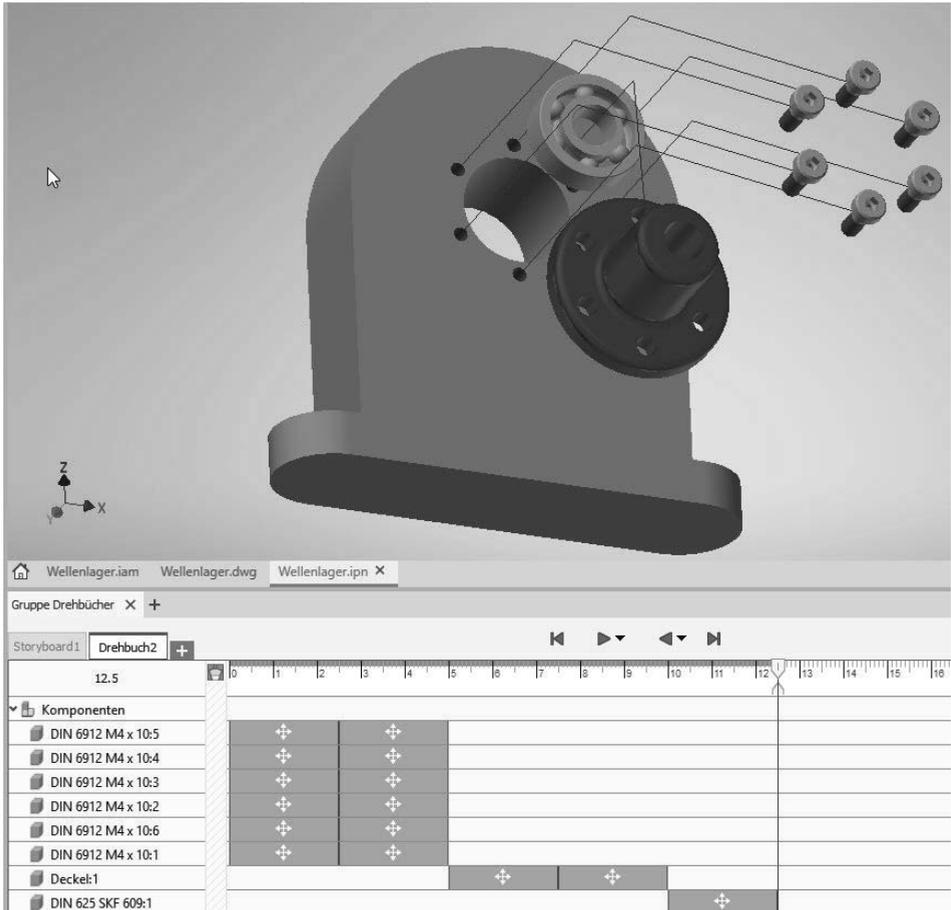
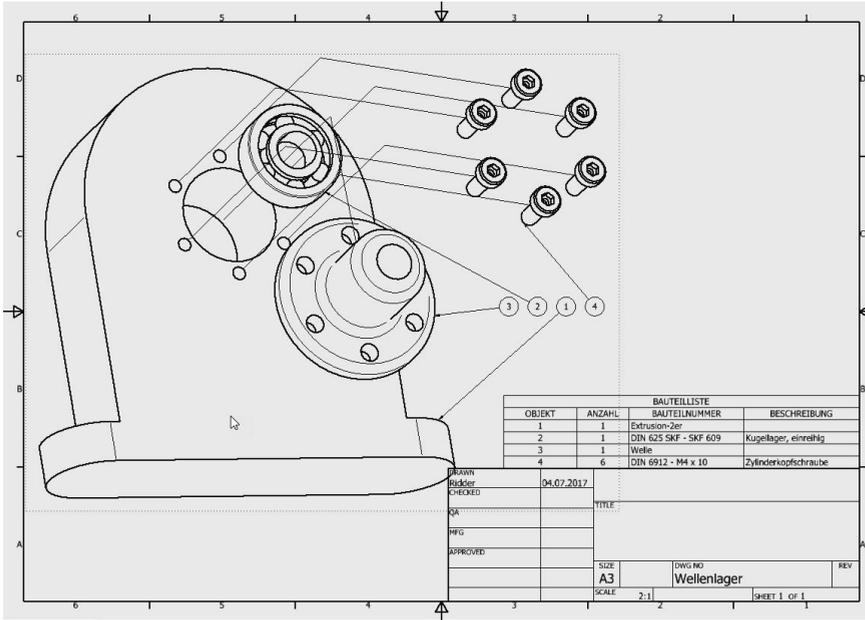

Abb. 1.5: Präsentation mit Animationspfaden und Drehbuch (unten)
Abb. 1.6: Zeichnung der Explosionsansicht mit Positionsnummern und Stückliste
- Die Explosionsdarstellung entsteht in einer \*.ipn-Datei. Die Endung steht für »Inventor-PräsentatioN«, kurz IPN (Abbildung 1.5). Auch aus einer Präsentation kann eine Zeichnung erstellt werden (Abbildung 1.6).